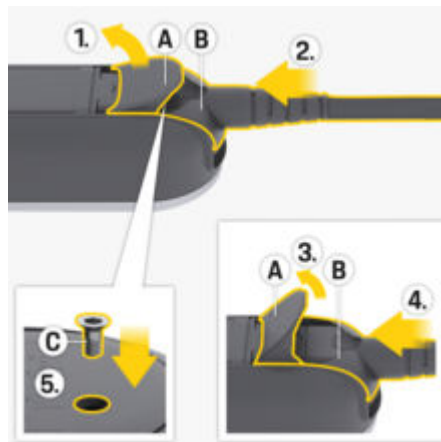

図 16: 電源供給ケーブルとプラグの接続
1. カバー A (図 16) を約 15 度を開きます (プラグ B (図 16) がコントロールユニットに取り付けられるまで)。
2. 抵抗を感じる所までプラグ B (図 16) をコントロールユニットに挿入します。
3. カバー A (図 16) を完全に開きます。
4. プラグ B (図 16) を完全に押し込みます。
5. カバー A (図 16) を完全に閉じ、スクリュー C (図 16) で固定します。